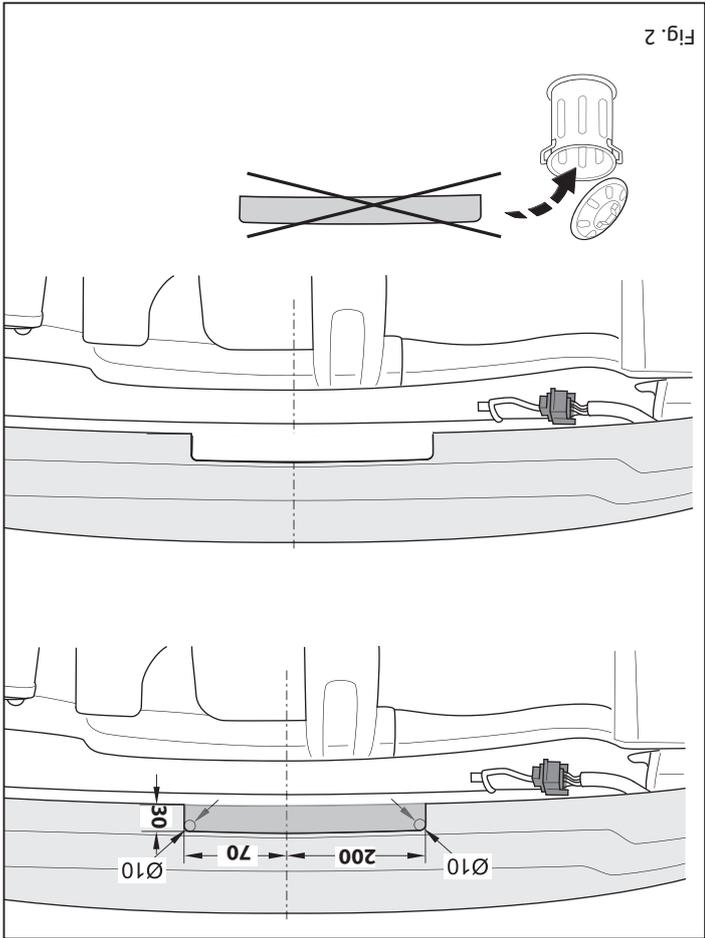

Fig. 2
3. Scier au centre de la partie inférieure du pare-chocs une partie correspondant à la figure 2.
3. Sæ ven del ud af kofangeren midt på undersiden jf. fig. 2.
3. Выпилить часть из бампера в середине снизу, как указано на рис. 2.